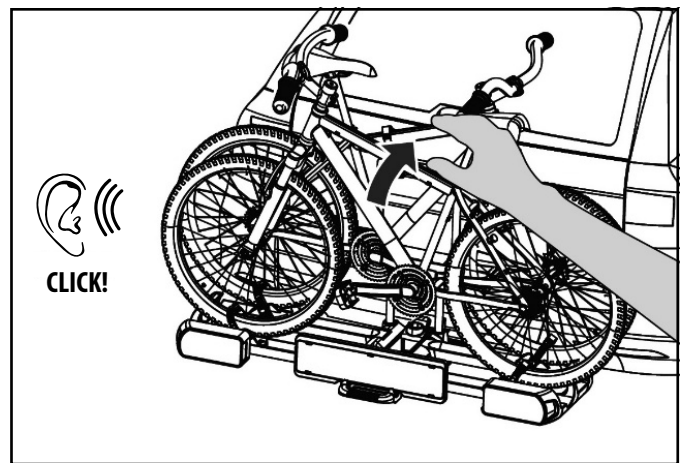

Bild 31: Hochklappen des Fahrradträgers
- Klappen Sie den Träger vor der Fahrt hoch (Bild 31).